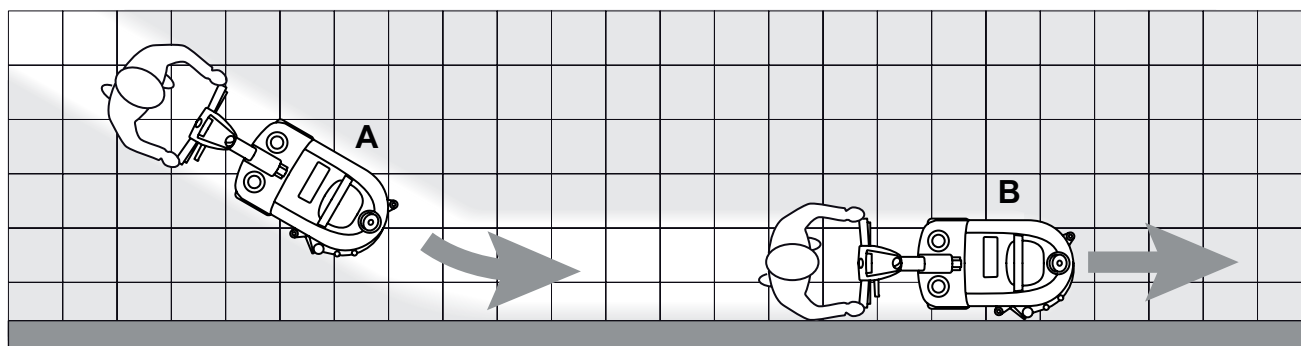

Figure 2
**Pour un lavage / séchage correct du sol près du mur, Clarke recommande d'approcher le côté droit de la machine, comme illustré sur la figure 2.**